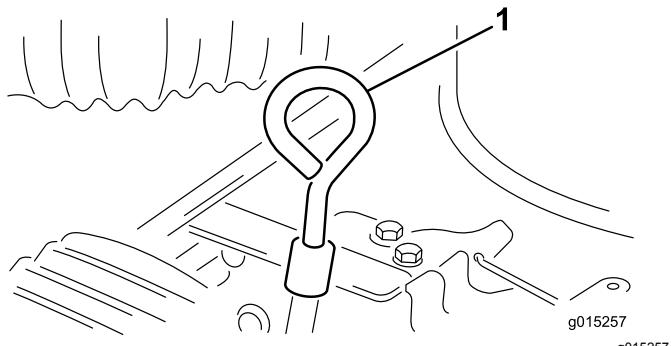

Figura 8
- Limpie alrededor de la varilla de aceite para impedir que caiga suciedad por el orificio de llenado y cause daños en el motor (Figura 8).